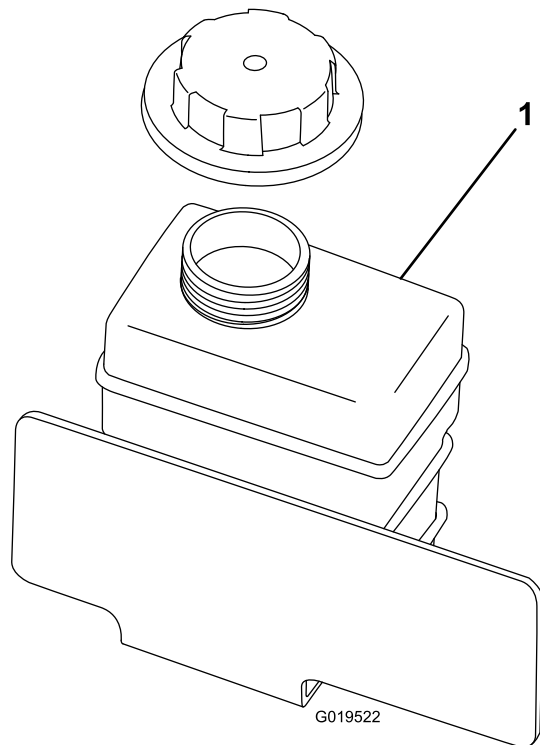

Figure 67
4. Contrôlez le niveau du liquide de refroidissement dans le vase d'expansion (Figure 67).